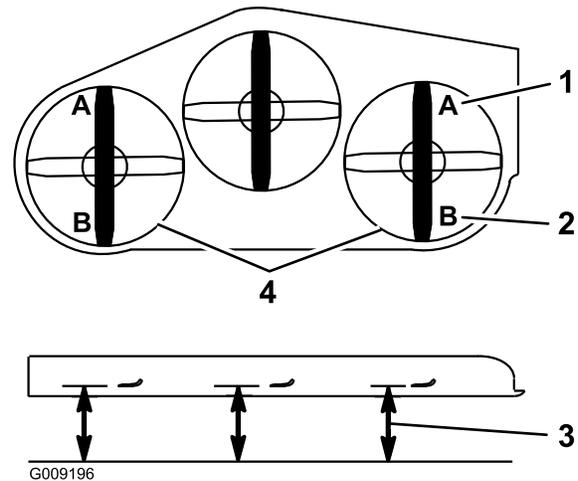

Figura 72
9. En ambos lados de la carcasa, mida desde la superficie nivelada hasta la punta delantera de la cuchilla (Posición A), según se muestra en Figura 72.
16. En ambos lados de la carcasa, mida desde la superficie nivelada hasta la punta trasera de la cuchilla (Posición B), según se muestra en Figura 72.